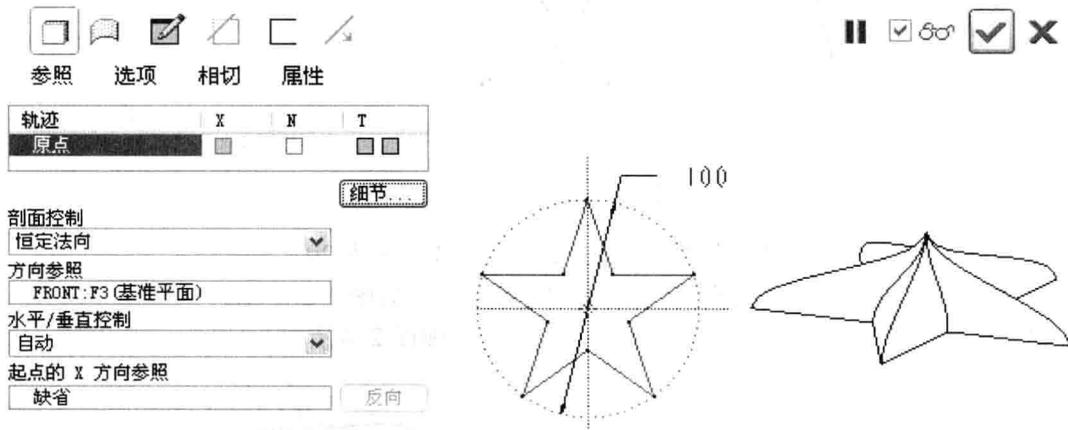

图 2-6 创建可变截面扫描
(3) 创建可变截面扫描特征，如图 2-6 所示。
① 单击图标按钮 ，弹出扫描特征定义栏。
② 单击图标按钮 （定义扫描特征为实体），在图形中选取第 2 步绘制的直线为扫描轨迹（轨迹方向向上），单击特征定义栏中的“选项”→“可变截面”。
③ 单击特征定义栏中的图标按钮 ，完成变截面扫描特征。